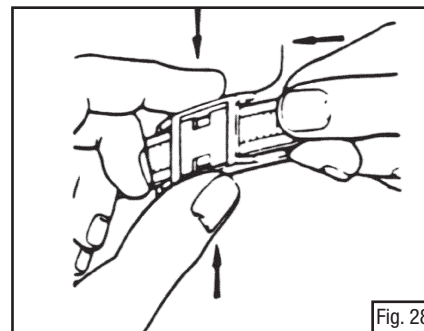

Fig. 28
- Aperte ambas as bordas da fivela para abrir a carneira (Fig. 28).
1. Abra a grade exterior (Fig. 31), remova o pré-filtro (Fig. 32) e a grade interior (Fig. 33). Ligue a bateria e assegure que o ventilador faz o ar circular através do filtro principal (Fig. 28).